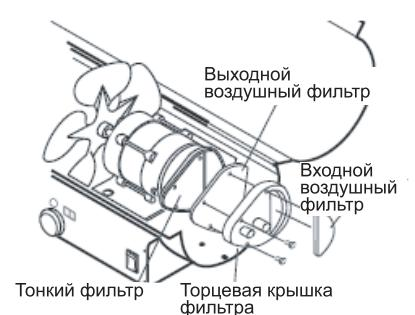

Рис. 15 – Обслуживание фильтров (для всех моделей, за исключением tk-100000
- Снять верхний кожух и решетку вентилятора (см. пункт ВХОДНОЙ ВОЗДУШНЫЙ ФИЛЬТР, Рис. 15)